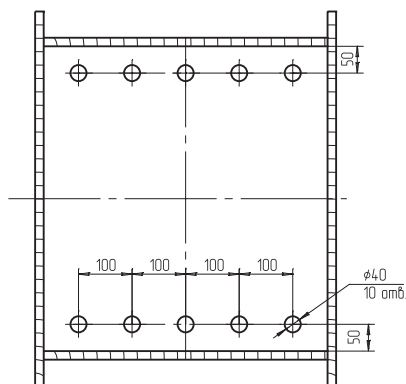

рис. 2
- В мебели в задней стенке должны быть предусмотрены отверстия для вывода электрошнура и для воздушной вентиляции. Минимальные размеры вентиляционных отверстий и рекомендуемое их расположение показаны на рис. 2.